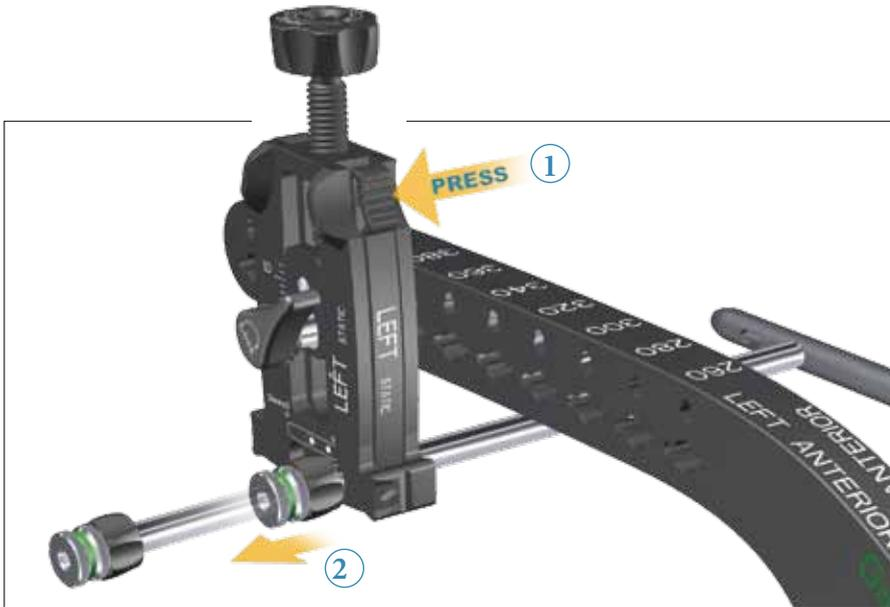

Fig. 18
Une fois les étapes d'étalonnage terminées, retirez l'ensemble de la douille et du guide mèche (Fig. 18 ②) en appuyant sur les boutons de fixation correspondants (Fig. 18 ①) sur le dispositif d'ajustement.